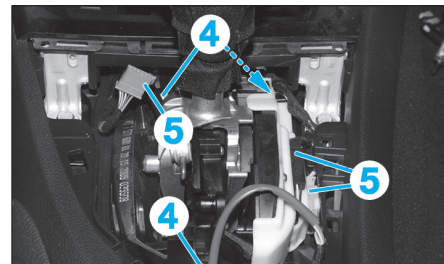

Fig. 21
- les vis (4) de fixation du boîtier de sélecteur de vitesses (Fig.21).
- Débrancher les connecteurs (5).